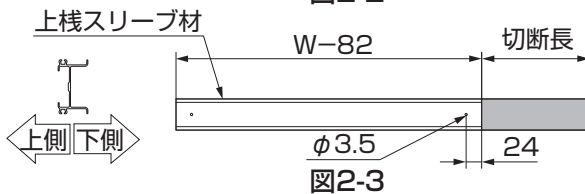

図2-3
- ⑤上栈スリーブ材を切断した側から24mmのところ、 $\phi 3.5$ の下穴をあけてください。(図2-3参照)
- ⑥加工後、再度組立ててください。